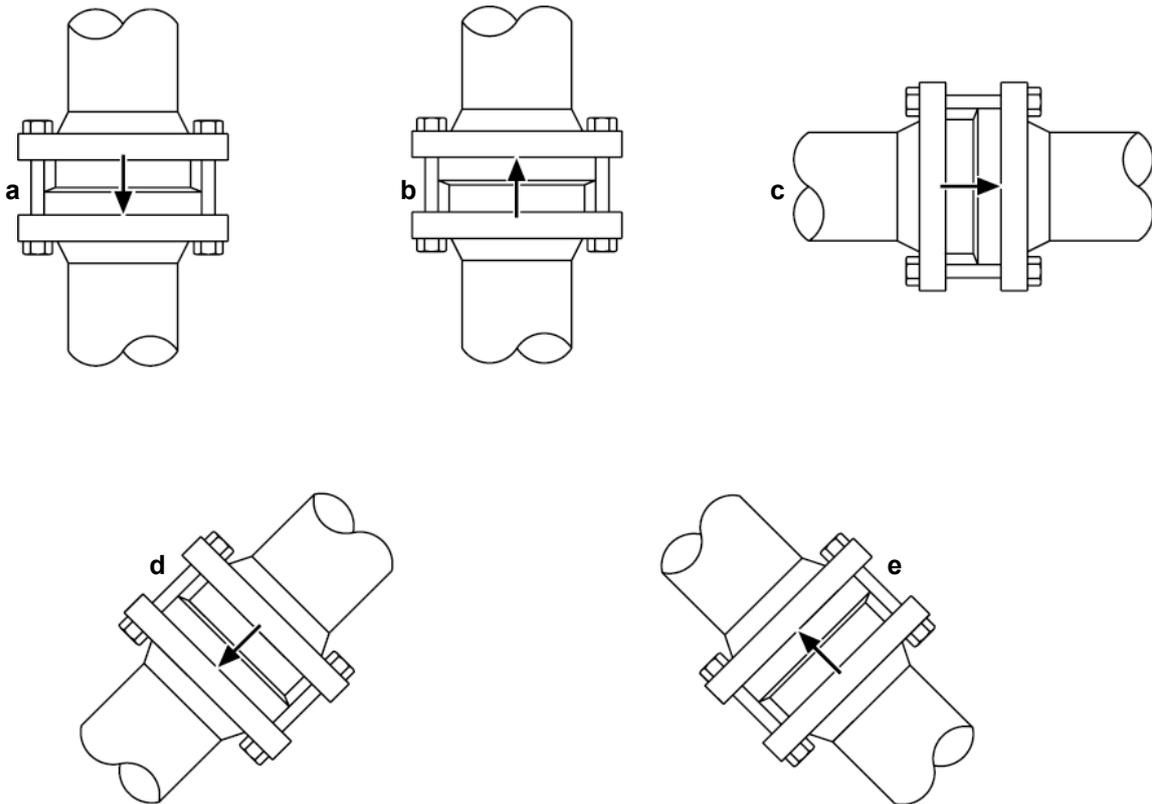

Fig. 2
3.3 Les clapets de retenue à disque sont simplement installés entre deux brides (voir Figure 2). Des joints standards sont utilisés sur chaque face du clapet avec de plus longues vis ou goujons. **Nota :** les brides, vis (ou goujons), écrous et joints doivent être fournis par l'installateur. Les vis de brides doivent être serrées normalement, c'est-à-dire toujours en opposition.